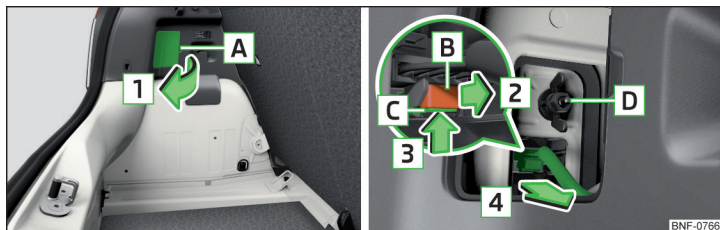

Bild 179 Demontera lampan/dra ur kontakten
- Fäll upp kåpan i området A i pilens riktning 1 » bild 179.
- Skruva på plastmuttern D » bild 179 och dra åt den.